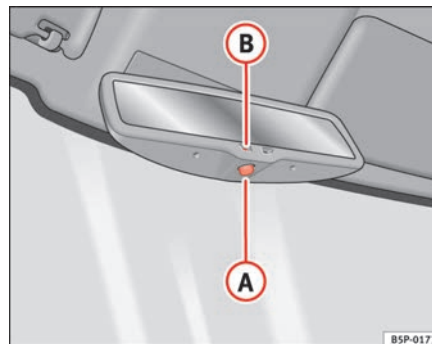

Abb. 85 Automatisch abblendbarer Innenspiegel
- Drücken Sie die Taste **A** ⇒ Seite 130, Abb. 85. Die Kontrollleuchte **B** erlischt.
- Drücken Sie die Taste **A** ⇒ Seite 130, Abb. 85. Die Kontrollleuchte leuchtet auf.